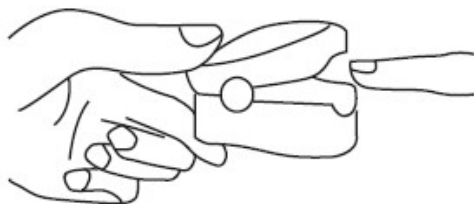

Figura 4.1 Insira o dedo
4.2. Insira o dedo no local indicado. (conforme figura 4.1)